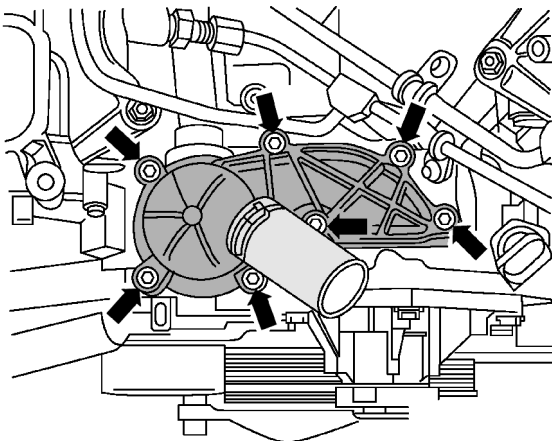

图 1-5-47 旋出螺栓
- (4) 旋出螺栓，如图 1-5-47 箭头所示。
- (5) 拆下冷却液调节器及连接套管。